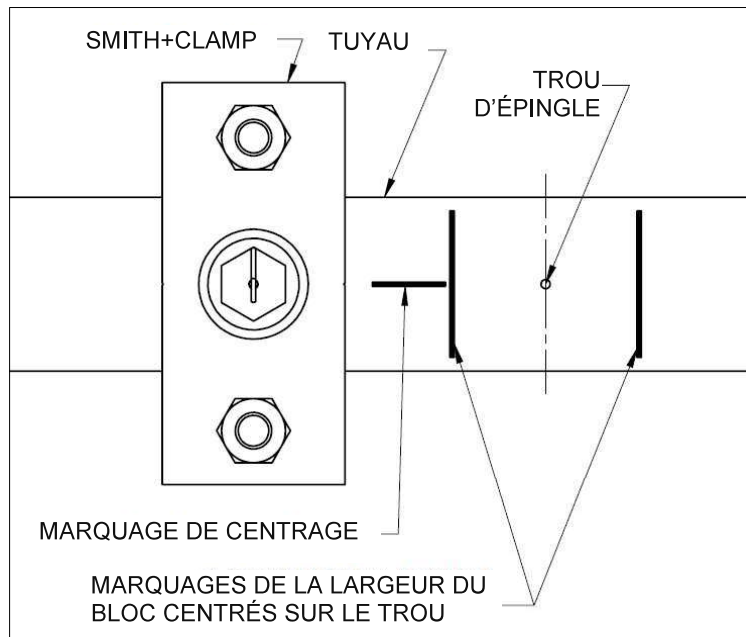

Figure 3
4. Pour faciliter l'alignement du collier Smith+Clamp PLIDCO, il peut être utile de marquer l'emplacement du trou par rapport au centre du cône d'étanchéité à l'aide d'un crayon gras, comme illustré en figure 3. Tracer une ligne horizontale longitudinalement au centre du tuyau et 2 lignes verticales centrées autour du trou, dont l'espacement sera d'une largeur similaire à celle du collier Smith+Clamp PLIDCO.